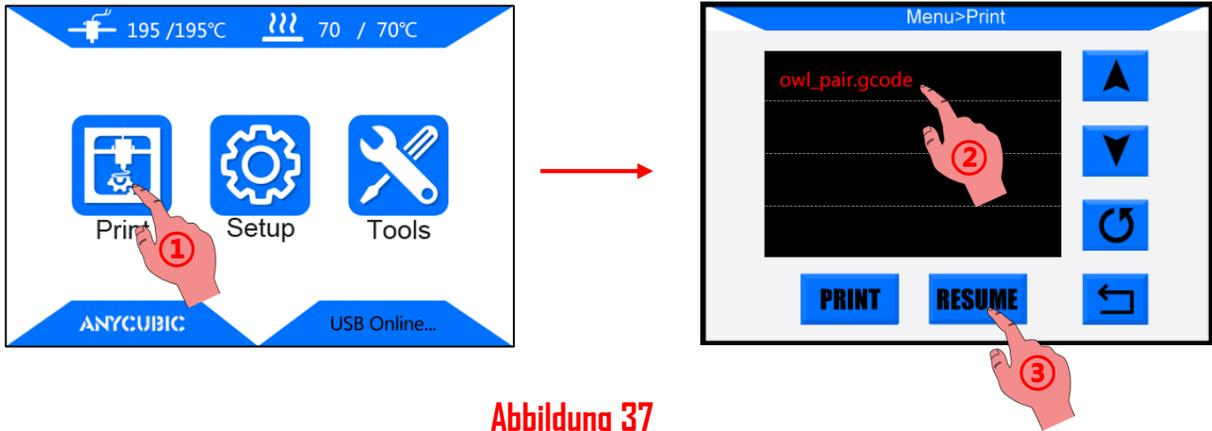

Abbildung 37
3. Sollte es während des Druckens versehentlich zu einem Stromausfall kommen, wird der Druck sofort gestoppt. Aber nachdem der Strom wieder da ist, können die Kunden "Drucken" wählen → wählen Sie das unfertige file → "FORTSETZEN" (Abb.37), die Maschine wird zuerst nach Hause gehen und mit dem unfertigen Objekt fortfahren.